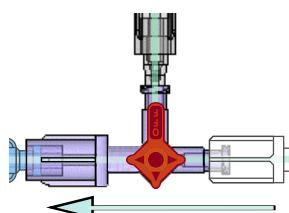

Figur 5 – kontrastinjeksjon (innsparing PÅ)
- a. For å spare kontrastmiddel under en kontrastinjeksjon må du orientere DyeVert Power XT stoppekran slik at den er PÅ til både ventilvalgstoppekranen og kateteret. (Se figur 5)